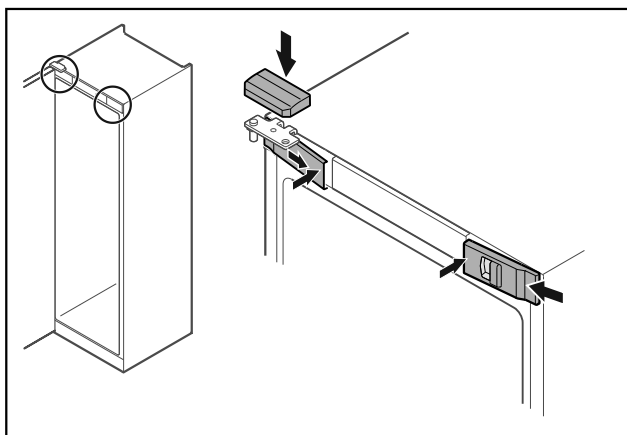

Fig. 46 *
- Закачете предните капаци Fig. 46 (1) отстрани и фиксирайте навътре.*
- Фиксирайте горния капак Fig. 46 (2) отгоре.*